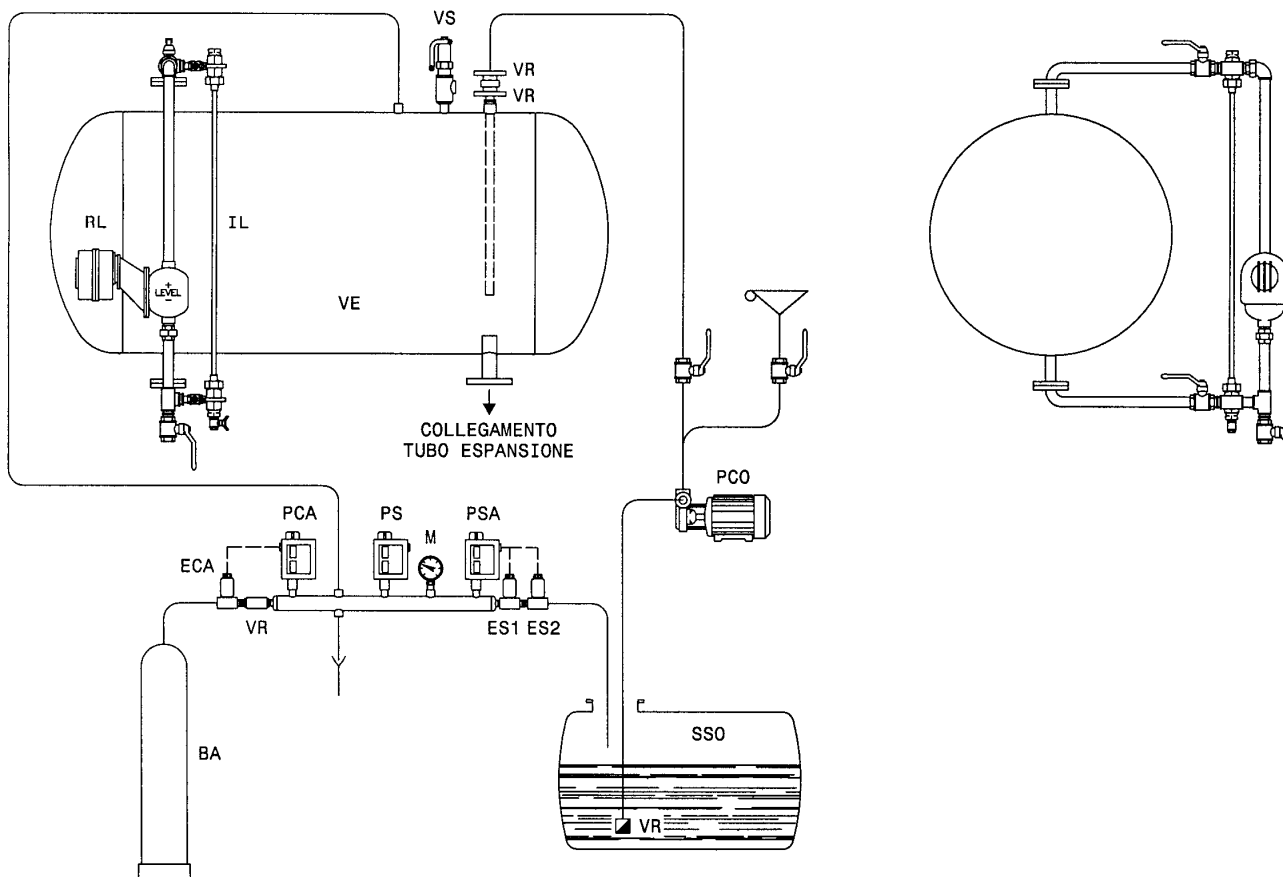

Рис. 7 – Схема расширительного бака
4.2 КОМПЛЕКТУЮЩИЕ ЗАКРЫТОГО РАСШИРИТЕЛЬНОГО БАКА (Рис. 7)